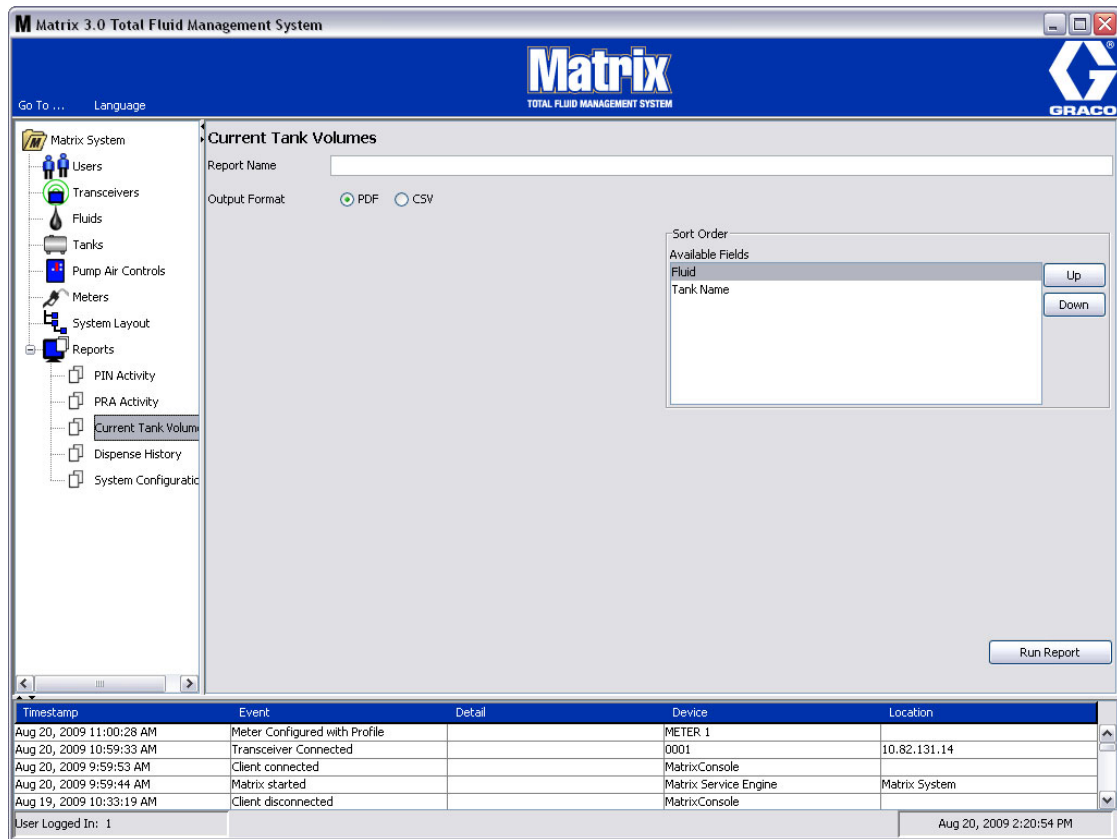

FIG. 105
- **Current Tank Volumes (volumi serbatoio correnti) (FIG. 105)**